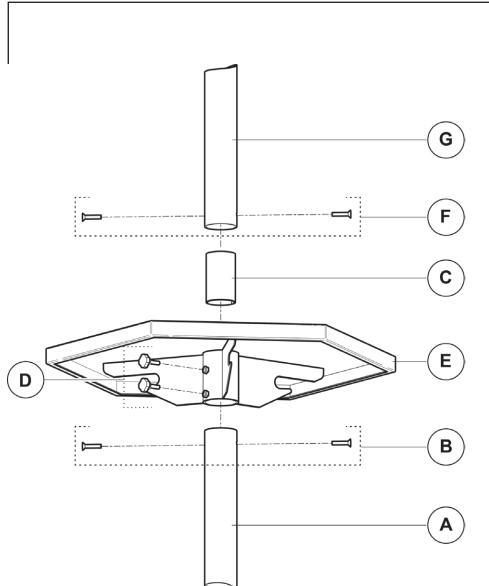

Рис. 1
1. Вставьте столик (E) в трубку (A). Затем соедините 2 трубы (A) и (G) с помощью соединительной трубы (C) и болтов (B) и (F). Наконец, соедините стол с двумя трубками и затянивте ручки (D) (рис. 1).